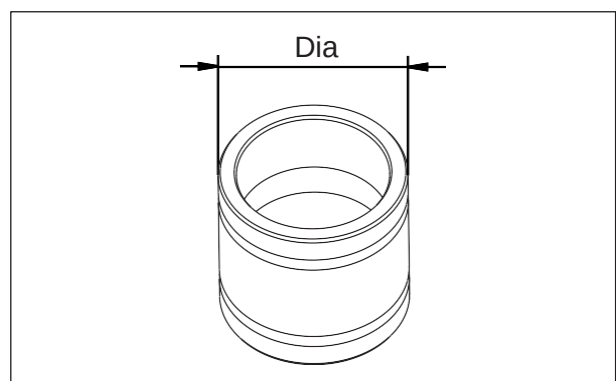

Fig. 3.22
- También revise que el diámetro exterior del buje espaciador. Si el diámetro es menor al límite de servicio replácelo por uno nuevo. (Fig. 3.22)